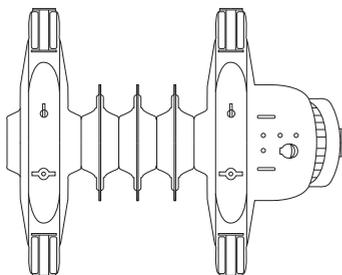

Рис. 3
- Перевернуть обогреватель нижней частью кверху (рис. 3);